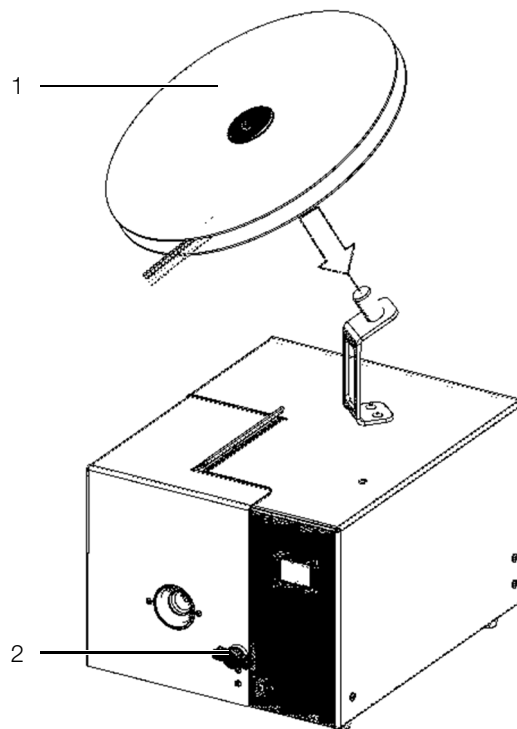

Fig. 4 : mise en place de la bobine d'embouts
- Placer la bobine d'embouts (cf. fig. 4, pos. 1) pour assurer un débobinage dans le sens des aiguilles d'une montre.
- Ouvrir le verrou rotatif (cf. fig. 4, pos. 2) et pivoter le volet sur le côté. La goupille de transport doit se trouver tout en bas !